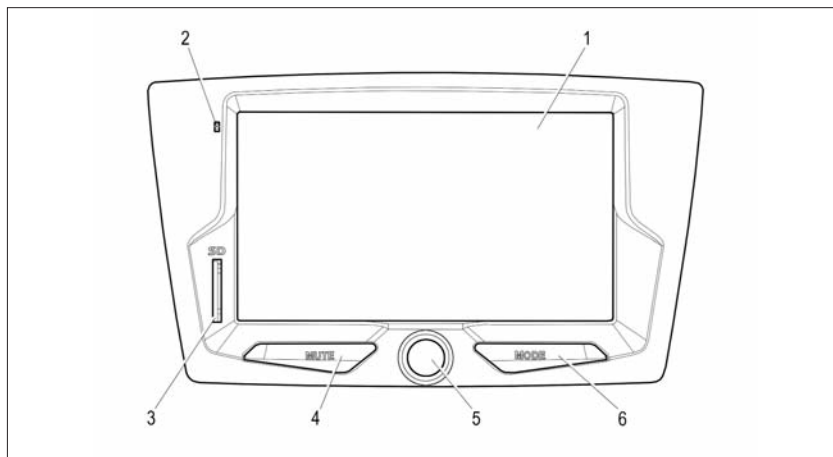

Рис. 1. Лицевая панель радиоприемника
2.2.1 Полностью отключить звук ММС можно кнопкой **MUTE 4** (рис. 1). При этом на дисплее (в правом нижнем углу) появится соответствующая пиктограмма.
2.3.1 Кнопка **MODE** (рис. 1) служит для переключения режимов работы радиоприёмника, при этом будут отображаться только активные режимы.
Регулировка громкости осуществляется вращением **ручки 5** вправо или влево (рис. 1).
2.5.2 Последовательным нажатием кнопки **MODE** (рис. 1) или нажатием отображаемых на дис-
- кнопкой **MODE** (рис. 1).